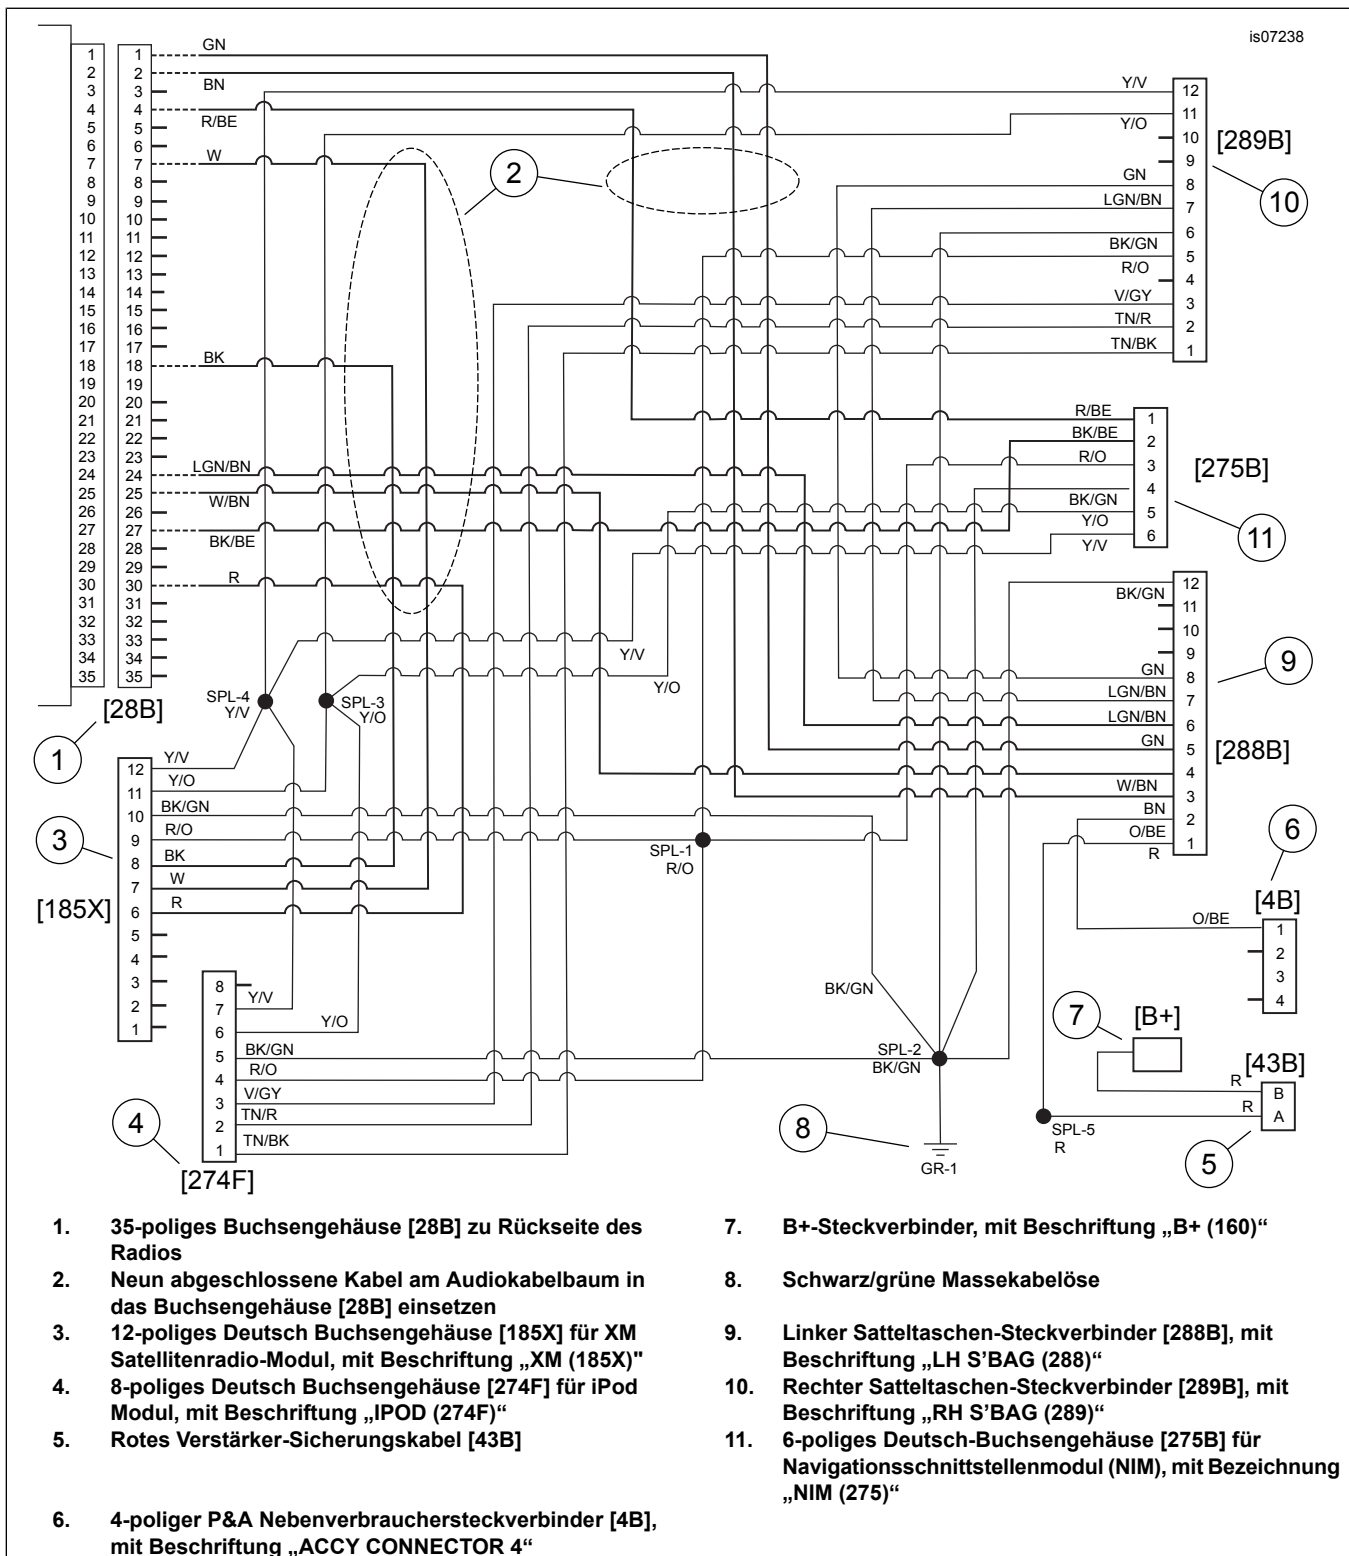

Abbildung 6. Stromlaufplan, Audiokabelbaum 69200477
6. Siehe Abbildung 6. Steckverbinder „B+ (160)“ (7) und „A C C Y C O N N E C T O R 4“ (Nebenverbraucher-Steckverbinder 4) (6) im Bereich unter dem Sitz platzieren. Den Sicherungshalter (5) an einer einfach erreichbaren Stelle platzieren. Steckverbinder [160] (7) und Steckverbinder B+ auf dem Fahrzeug zusammenfügen. Das graue 4-polige Buchsengehäuse [4] (6) und das Pingehäuse [4A] auf dem Fahrzeug zusammenfügen.
7. Die Kabelöse [MASSE 1] (8) am rechten Massebolzen befestigen.